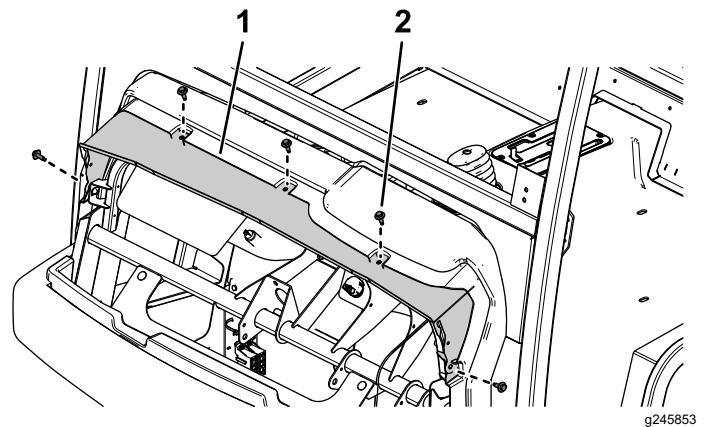

Figura 40
2. Deslice la canaleta de agua entre el salpicadero de la máquina y el subchasis y fije la canaleta con los 5 pernos de cabeza que retiró anteriormente (Figura 40).